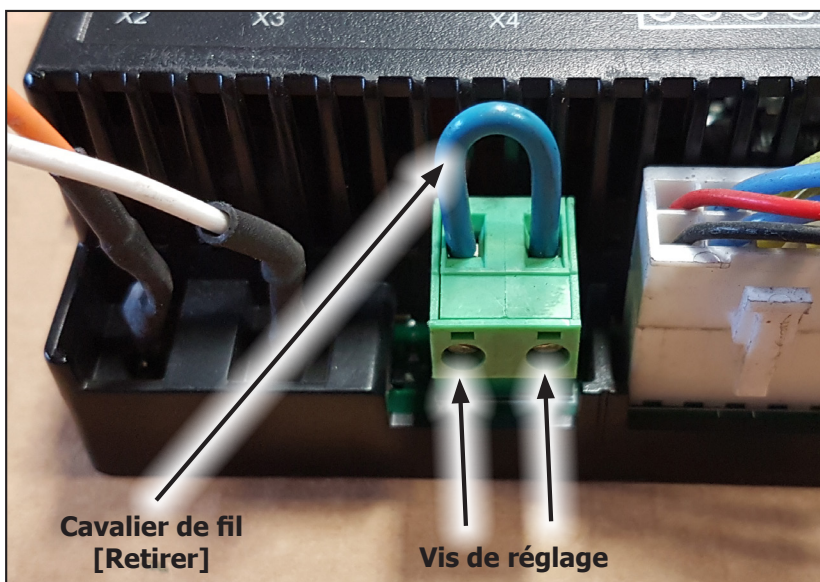

Figure 40: Bornier ON / OFF sur IFC
**Étape 3:** Retirez le bornier ON / OFF du port X4 sur l'IFC (Figure 40).
2. Débranchez les fils de l'interrupteur de déversement du IFC (voir les figures 40, 41).